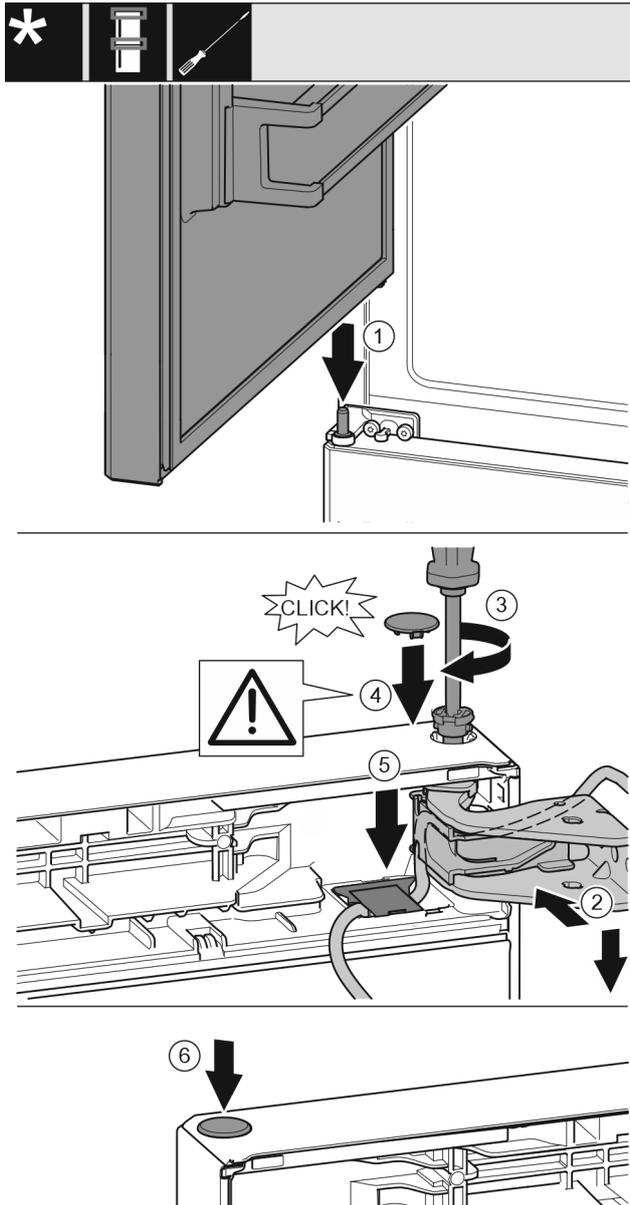

Fig. 40
- ▶ Obere Tür auf mittleren Lagerbolzen setzen Fig. 40 (1)
- ▶ Tür oben zur Öffnung im Lagerbock ausrichten. Fig. 40 (2)
- ▶ Bolzen einsetzen und mit Schraubendreher T15 festschrauben. Fig. 40 (3)
- ▶ Sicherheitsabdeckung zur Sicherung der Tür montieren: Sicherheitsabdeckung einsetzen und kontrollieren ob sie auf der Tür aufliegt. Ansonsten Bolzen vollständig einsetzen. Fig. 40 (4)
- ▶ Abdeckung einsetzen und nach unten drücken bis sie einrastet. Fig. 40 (5)
- ▶ Stopfen einsetzen. Fig. 40 (6)